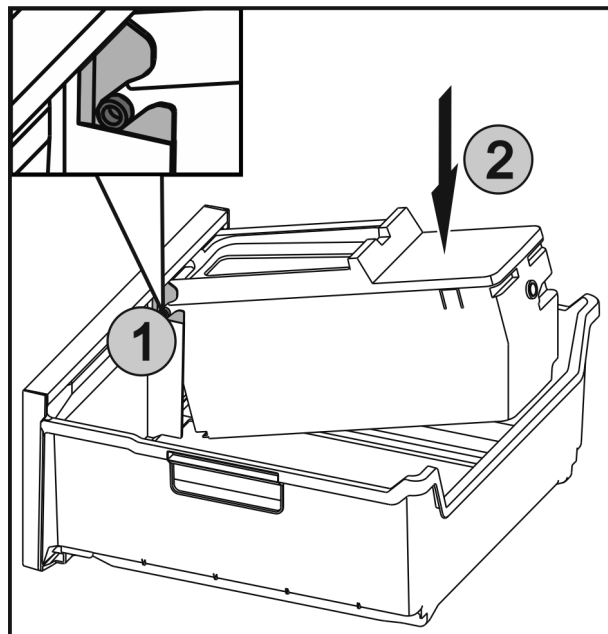

Fig. 59
- ▶ Insérer les axes Fig. 59 (1) sur l'EasyTwist-Ice dans les guides et appuyer sur le côté arrière Fig. 59 (2) jusqu'à ce que la languette s'enclenche.